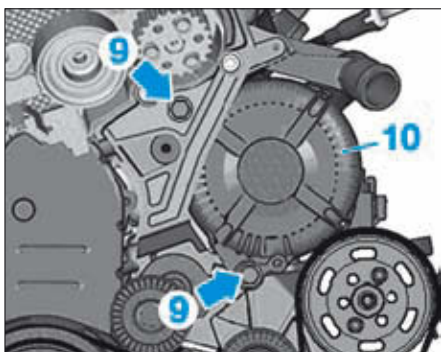

FIG. 6
- Déposer les vis (9) de l'alternateur (10) (Fig.6).